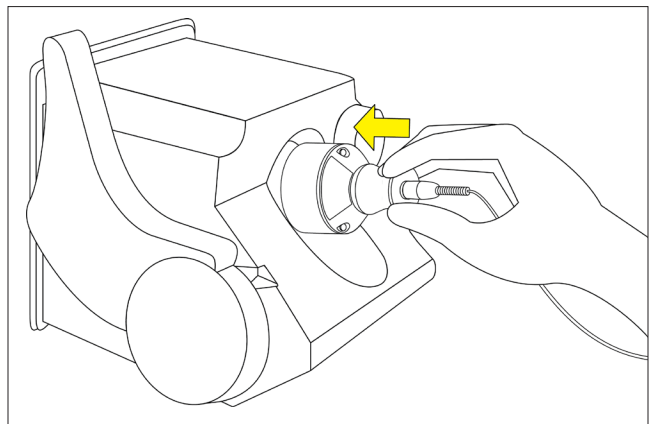

Figura 4. Posicione el módulo de energía.
- (b) Posicione el módulo de energía cerca de la base del reconectador TripSaver II, como se muestra en la Figura 4; el módulo se mantendrá en su lugar magnéticamente.